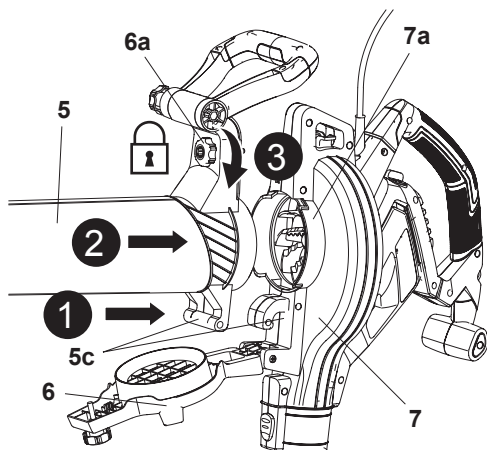

Fig. 5
- Enganche el saliente del tubo (5) para colgar (5c) a la unidad principal (7), luego inserte el conjunto del tubo (5) en el puerto de vacío (7a) hasta el tope (Fig. 5, pasos 1, 2).
lugar (Fig. 5, paso 3). Puede escuchar un clic una vez que el pomo de bloqueo (5b) esté colocada correctamente y se activará el interruptor incorporado. **NOTA:** Para separar el conjunto del tubo de la unidad principal, desatornille el pomo de bloqueo (5b) en sentido antihorario, luego sáquela de la unidad principal.